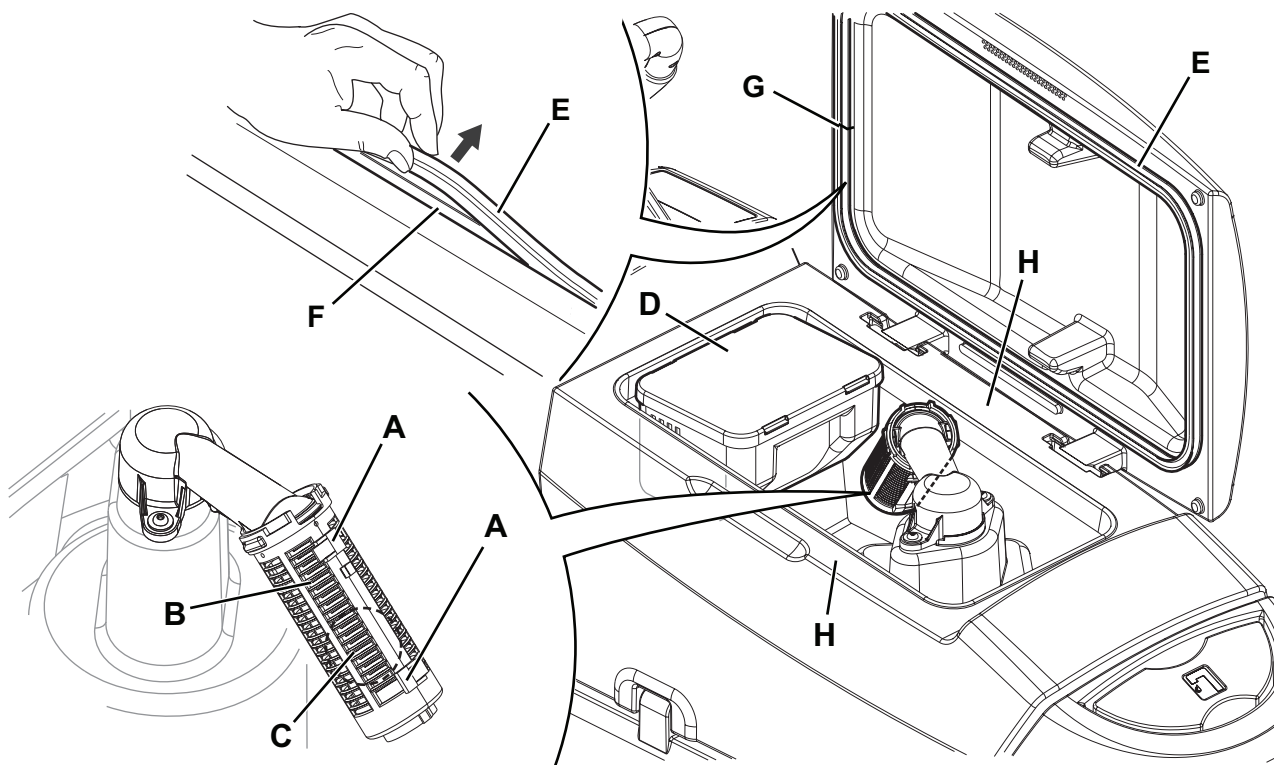

Рис. 8
2. Убедитесь, что машина отключена и ключ зажигания (41) извлечен (при наличии).
3. Слейте воду из бачка с помощью шланга (12).
4. Поднимите крышку (34).
5. Промойте бак (33) и крышку чистой водой.
6. Очистите вакуумную сетку (31), разомкните фиксаторы (А, Рис. 8), откройте сетку (В) и извлеките поплавков (С), затем тщательно очистите и установите его на место.
7. Снимите бак для мусора (D) и откройте его крышку. Аккуратно очистите его и установите на вакуумный шланг.